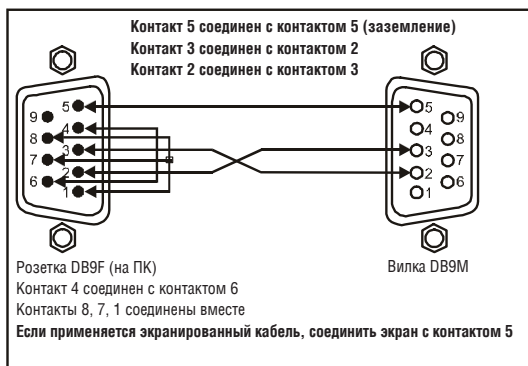

Рис. 7. Подключение к ПК без применения нуль-модемного адаптера
- Подсоедините порт RS-232 DB9 на PC к порту RS-232 DB9 на задней панели устройства **VS-88HC**, как это показано на рис. 7.